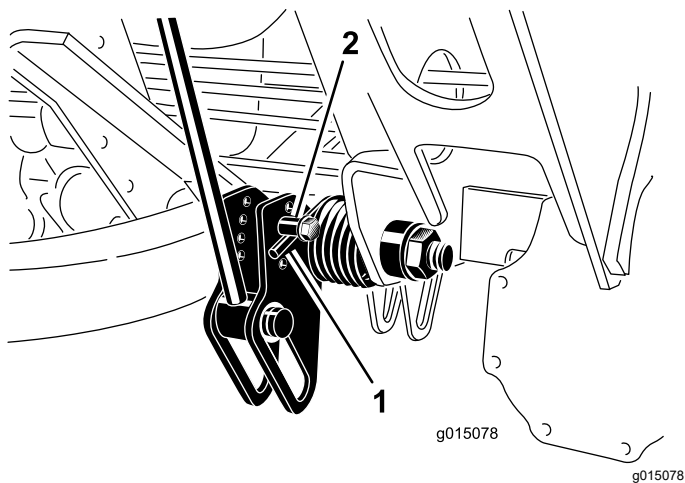

图 40
- 将一个管子或类似物体插入长弹簧一端并在调节过程中降低弹簧张力 (图 40)。
- 在降低弹簧张力时拆下将弹簧传动器固定到支架上的螺栓和锁紧螺母 (图 40)。